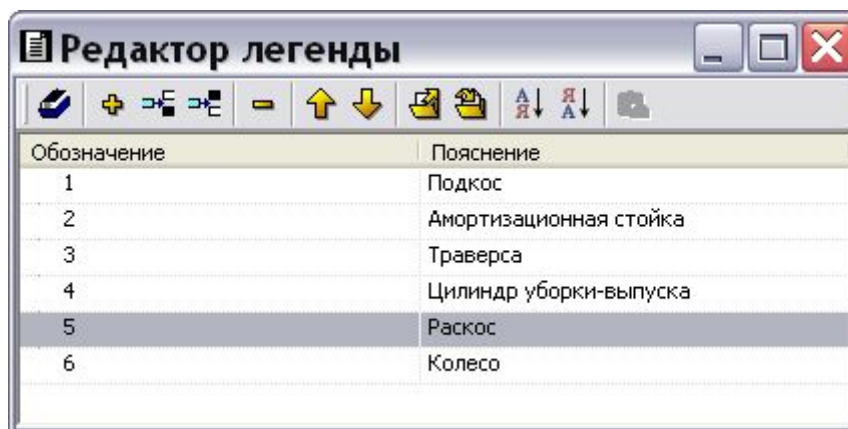

Рис. 3.171
6. Подобным образом введите пояснения к остальным выноскам (Рис. 3.171). Не рекомендуется в поле номера выноски вводить длинные текстовые обозначения или пояснения.